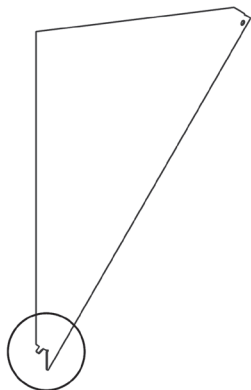

Рис. 21
1. Возьмите треугольную вставку и с помощью плоскогубцев отогните монтажный язычок в основании вставки на  $45^\circ$  (Рис.21).